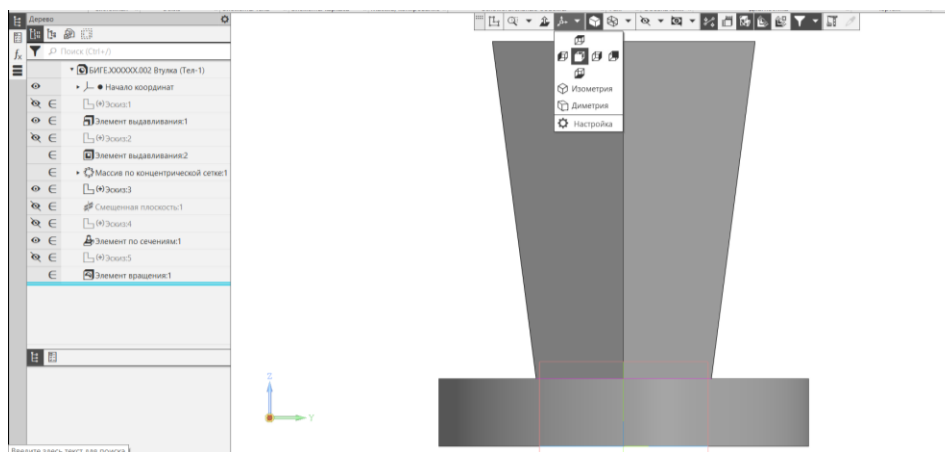

Рис. 15 Панель быстрого доступа. Настройка ориентации модели
- **Панель быстрого доступа – Ориентация – Настройка (рис. 15).**